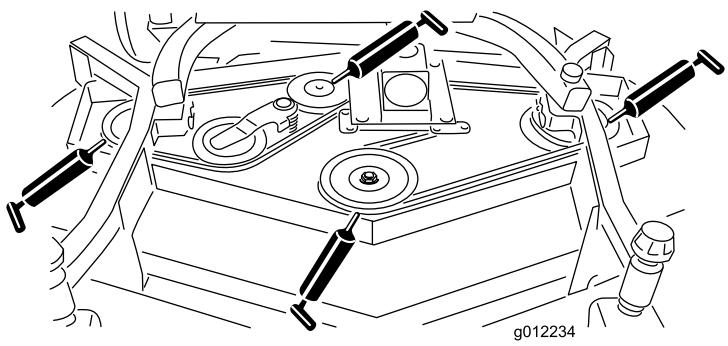

図 16
- スピンドルのシャフトのベアリング (3ヶ所) (ブーリの下) (図 16)
- ・アイドラ・アームのシャフトのベアリング(図 16)